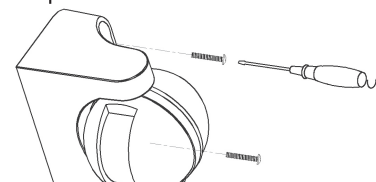

Figura 1
- Afloje el tornillo situado en la parte posterior y separe la parte inferior. (Consulte la figura 1).